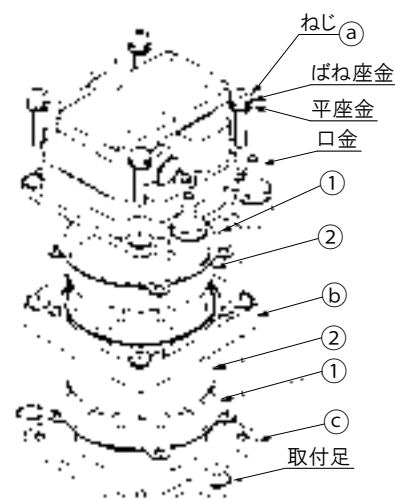

図 1
- ・フィルタ部は図1の構成となっています。
5. 重ね合わせたケース⑥、⑧の上に計器本体を乗せます。ケース⑧の取付足と計器本体の口金部の関係が図1のようになっていることを確認してください。
6. 図1に従って4本のねじ⑦で本体とケース⑥、⑧をよく締め付けてください。